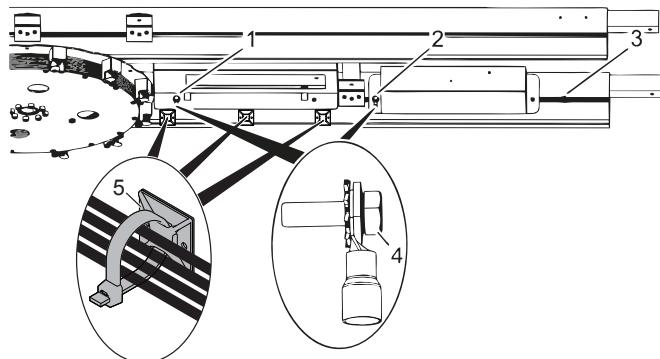

Рис. 111 Подключение эквипотенциального провода
Убедиться в том, что все кабели правильно проложены и подключены в соответствии с принципиальной схемой и монтажной схемой. При наличии нарушений может понадобиться повторно проложить или подключить кабели. При необходимости следует зафиксировать зажим для кабеля при помощи двусторонней ленты под регулятором и повторно проложить кабели (рис. 111/5) или подключить кабели. Проложить кабели таким образом, чтобы не повредить кабели пластинами потолка.
Прикрепить эквипотенциальный провод (рис. 111/4) источника питания (рис. 111/2) и регулятора (рис. 111/1) к имеющимся крепежным винтам в конструкции потолка.
3. Ввернуть винт с молотообразной головкой в конструкцию потолка рядом с источником питания (рис. 111/3).
14. Проложить эквипотенциальный провод здания к винту с молотообразной головкой (рис. 111/3) в конструкции потолка и подключить его.